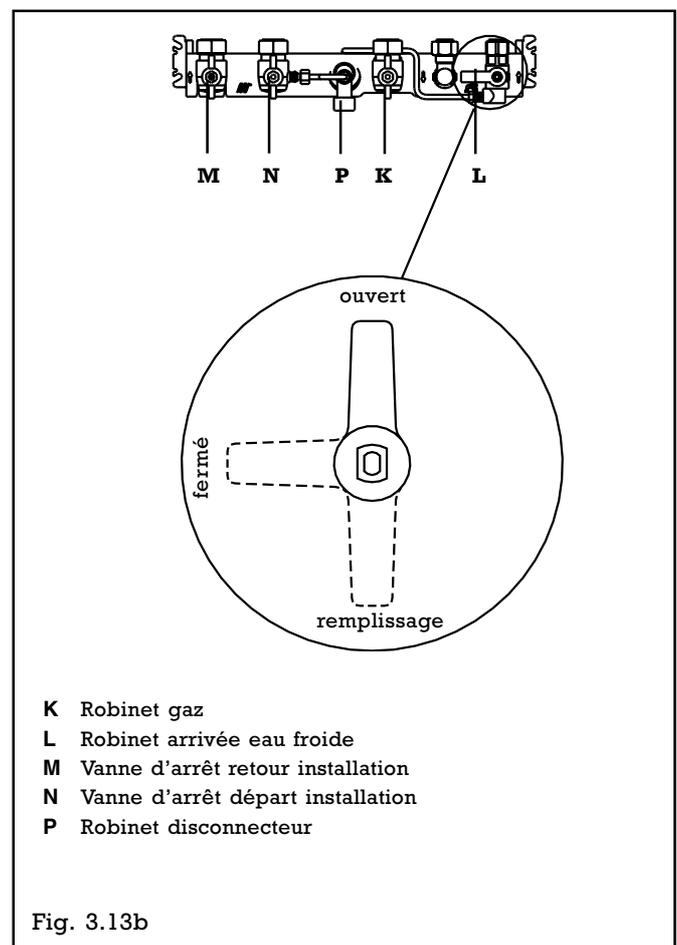

Fig. 3.13b
- placer le robinet d'arrivée d'eau froide (L) sur la position "remplissage" (fig. 3.13b)
- fermer la vanne d'arrêt départ (N) (manette à l'horizontale) et laisser la vanne d'arrêt retour (M) ouverte (manette à la verticale)
- ouvrir le robinet du disconnecteur (P) en le tournant en sens inverse des aiguilles d'une montre jusqu'à ce que la pression indiquée par le manomètre (B) soit dans la zone bleue